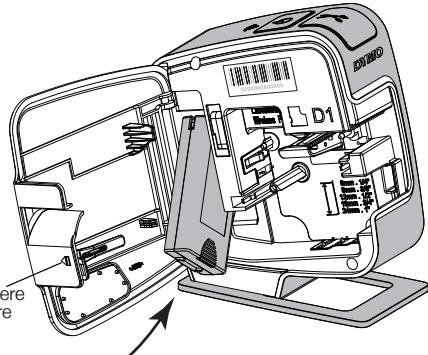

Figura 2
- 2 Inserire la batteria nel vano con l'orientamento illustrato nella Figura 2.